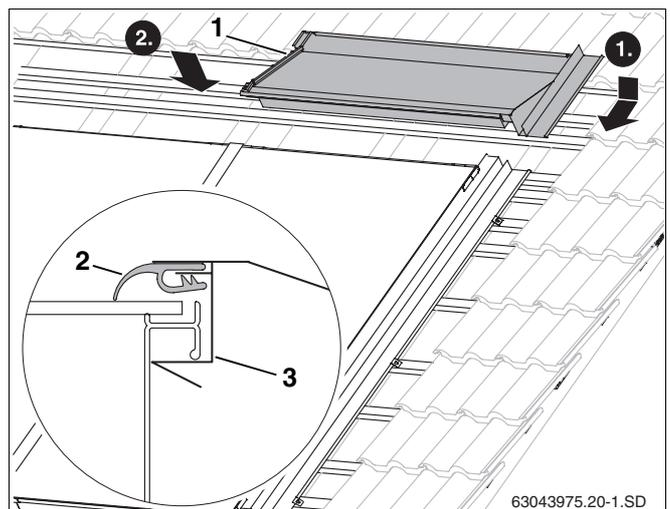

Abb. 56 Oberes rechtes Abdeckblech
- Das rechte obere Abdeckblech (Abb. 56, **Pos. 1**) in das rechte seitliche Abdeckblech einführen.
- Durch Druck oben auf das Abdeckblech rastet das Blech unter die Griffmulde des Kollektorrahmens (Abb. 56, **Pos. 3**).
- Die Gummilippe (Abb. 56, **Pos. 2**) oben auf den Kollektor legen und vorziehen.